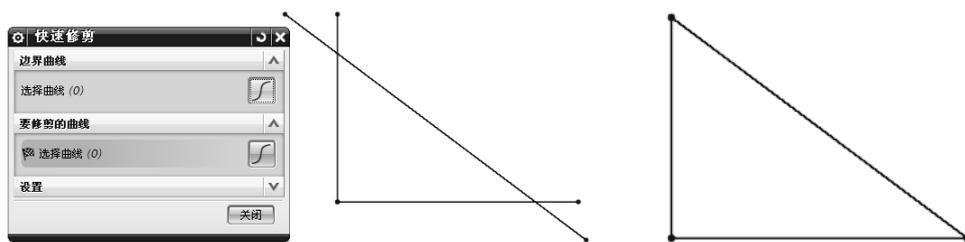

图 2-54 快速修剪
(3) 快速修剪 : 以任一方向将曲线修剪至最近的交点或选定的边界, 如图 2-54 所示。